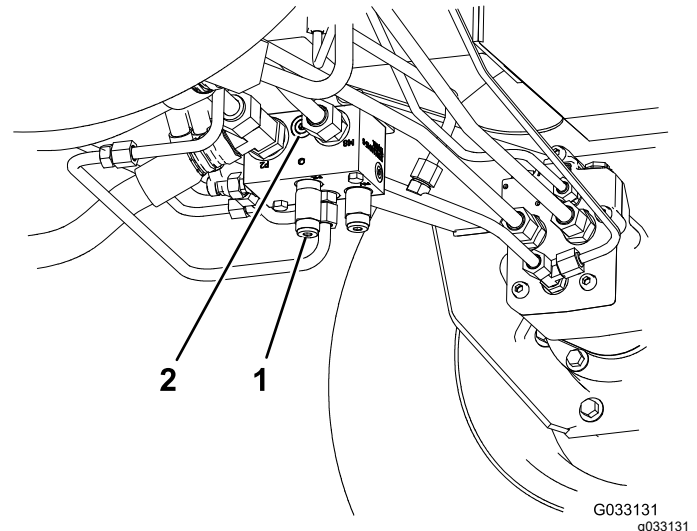

Figure 62
- 95-0985 – coupleur (2)
- 340-77 – raccord hydraulique (2)
1. Montez un raccord de diagnostic dans l'orifice non identifié situé entre les orifices M8 et P2 sur le collecteur de déplacement arrière (Figure 62).